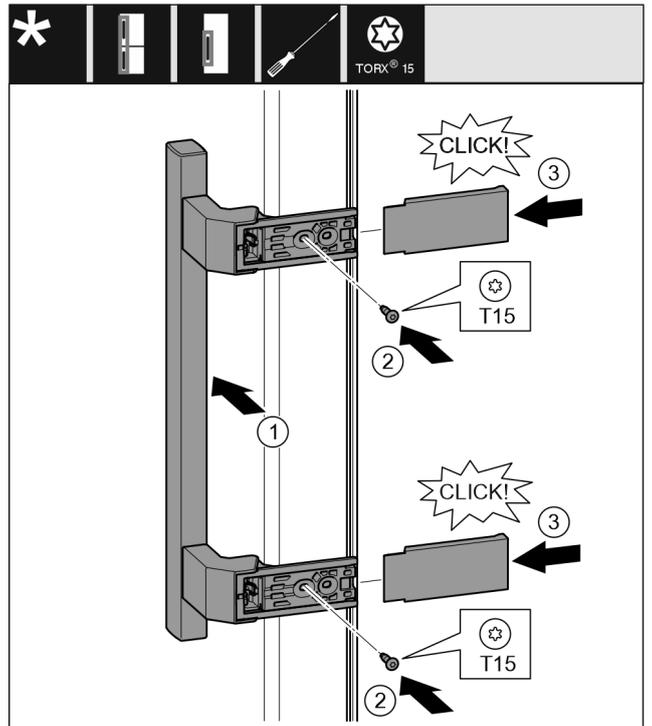

Fig. 17
- ▶ 将把手放到反面。 Fig. 17 (1)
- ▶ 用 T15 螺丝刀拧紧螺钉。 Fig. 17 (2)
- ▶ 将盖板放置到侧面并插入。 Fig. 17 (3)